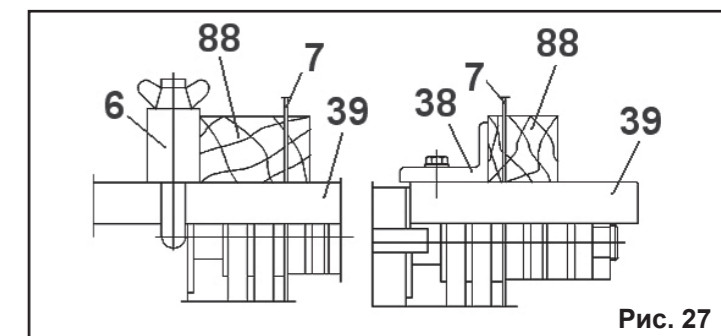

Рис. 27
9.6.5. Перед выполнением строгания паза или фаски демонтируйте пильный диск (7), сверлильный патрон (76); ручкой (41), отключите автоподачу. Две защитные план-
ки (10) должны быть установлены, Рис.27.